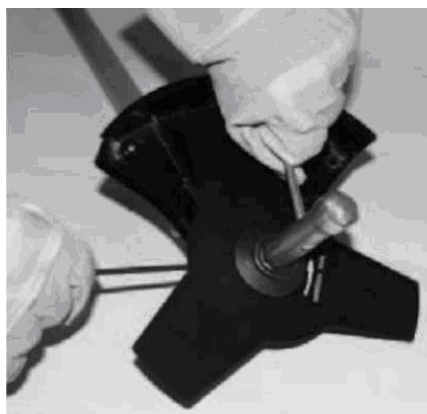

Рис. 8
- Удерживая стопорный стержень одной рукой, надежно затяните гайку трубчатым ключом (из набора инструментов), поворачивая ее против часовой стрелки (со стороны выходного вала редуктора).(рис.8)